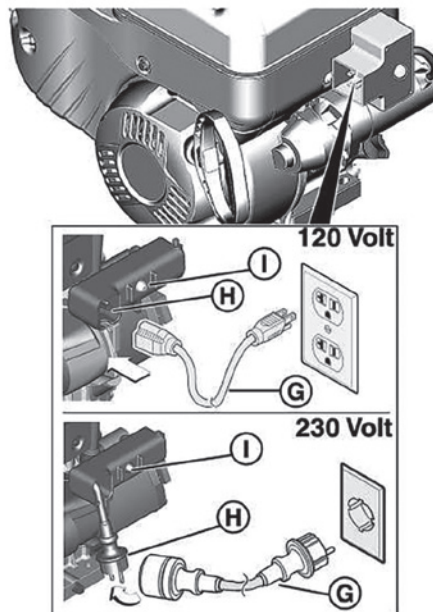

Рис. 6
8. Модели с электрическим запуском: присоедините удлинитель (G, Рис. 6) к корпусу стартера (H), а затем к стенной розетке. Нажмите на кнопку включения стартера (I). После того как двигатель запустится, отсоедините удлинительный шнур от настенной розетки сети электропитания, а затем от стартера.